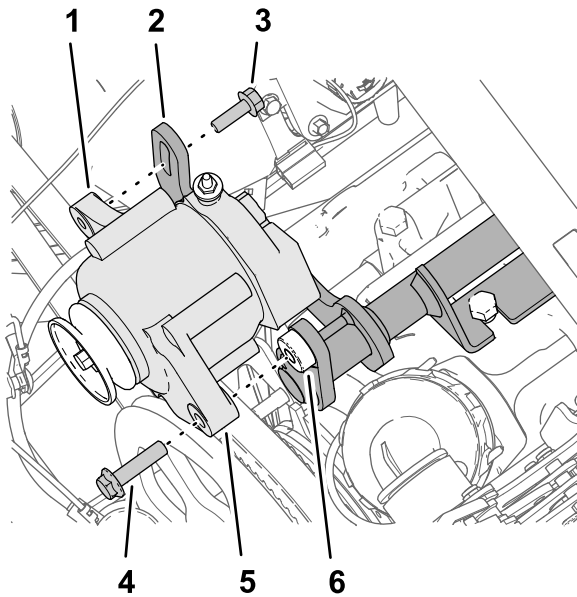

图182
1. 用凸缘头螺栓 3/8 x 1-1/2 英寸将交流发电机 60A 组装到交流发电机支架的螺纹轴套上 图182。
2. 用凸缘头螺栓 8 x 25mm 将交流发电机的螺纹法兰组装到交流发电机支架的带槽法兰上 图182。